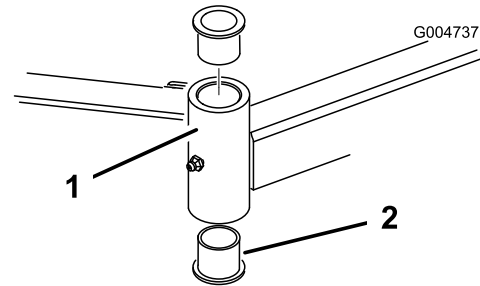

Bild 78
4. Stecken Sie einen Dorn oben oder unten in das Befestigungsrohr und treiben die Büchsen heraus (Bild 78). Treiben Sie dann die andere Büchse aus dem Rohr heraus. Reinigen Sie die Innenseite der Rohre.